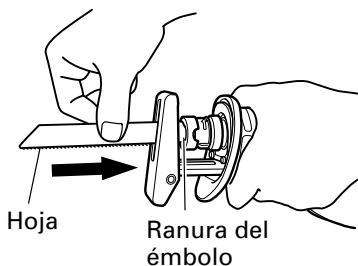
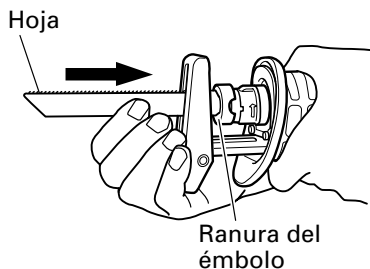

Fig. 8
Fig. 9
- (3) Inserte completamente la hoja de sierra en la hendidura pequeña de la punta del émbolo. Esta hoja puede montarse tanto en dirección ascendente como descendente. (Fig. 8, Fig. 9)